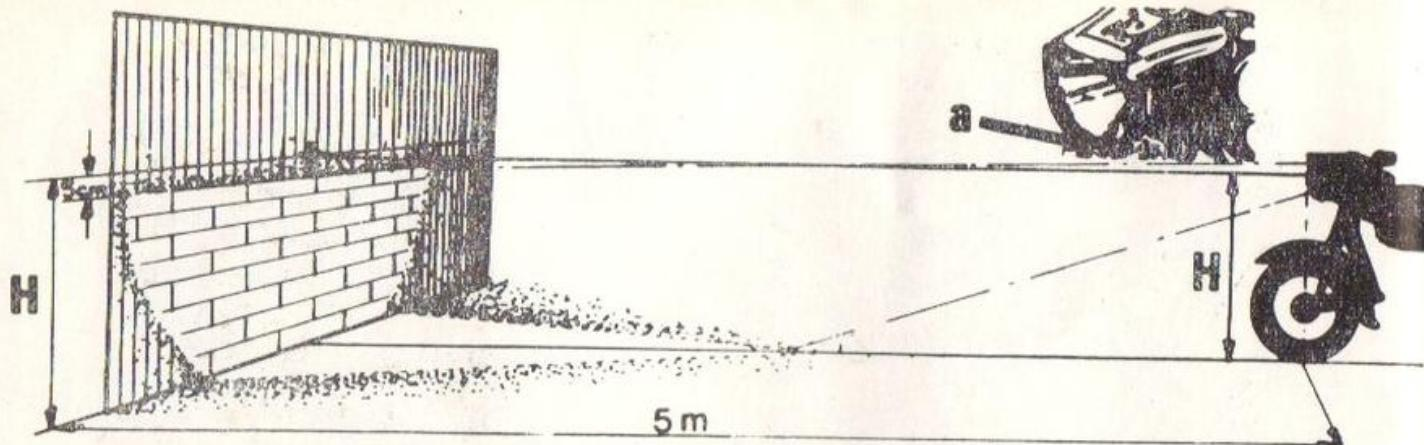

Fig. 36.
Pentru a regla înălțimea fasciculului luminos acționați asupra șurubului de reglaj „a” din fig. 36 (rotind la dreapta, fascicul coboară, rotind la stînga, fascicul se ridică):
2. Așezați motoreta pe roți, pe o suprafață dreaptă, la 5 m în fața unui perete, ca în fig. 36.
3. Porniți motorul și aprindeți lumina de încrucișare. Limita superioară a portiunii lăumite trebuie să se afle la 5 cm sub punctul de pe perete situat la aceeași înălțime de sol ca și centrul farului (cota „H” din fig. 36).